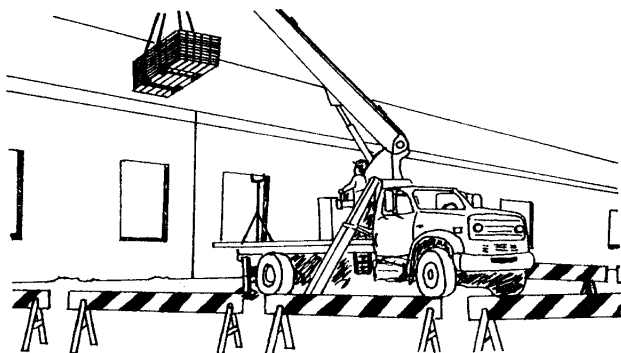

Figure 3
- Délimiter la zone de travail et placer des signaux de danger aux endroits des manoeuvres du camion-grue (réf. CS art. 3.2.5. et 3.10.9.-4) (figure 3).